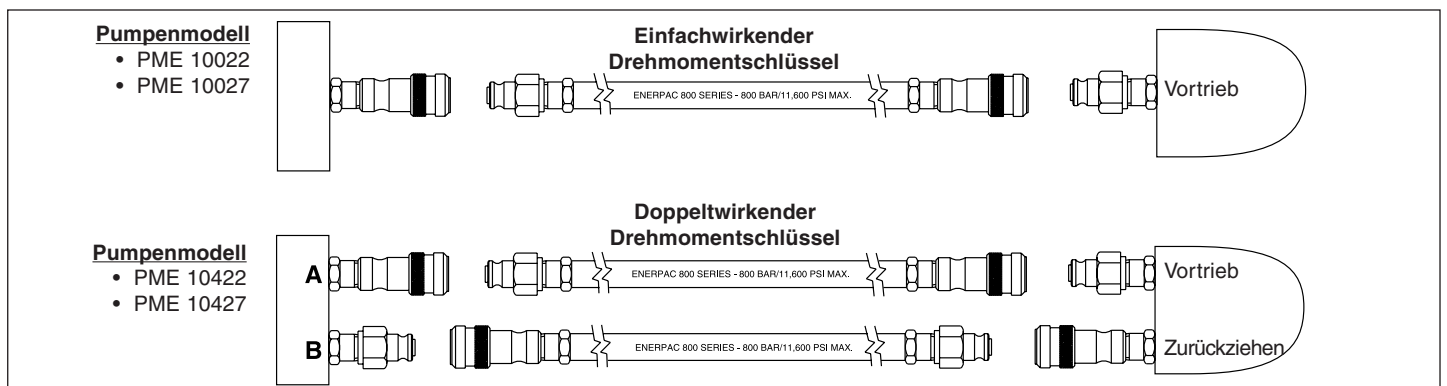

Abbildung 4 – Verbindungsplan
2. Das andere Schlauchende wie auf Abbildung 4 gezeigt an die Kupplung am Drehmomentschlüssel anschließen.
2. Die Schläuche wie auf Abb. 4 dargestellt an den Drehmomentschlüssel anschließen. Die Schläuche und Kupplungen der Serie 800 wurden so konzipiert, daß bei Verwendung von Enerpac-Pumpen und Drehmomentschlüsselkombinationen der Vortriebsport der Pumpe nur an den Vortriebsport des Drehmomentschlüssels und der Rückziehport der Pumpe nur an den Rückziehport des Drehmomentschlüssels paßt.